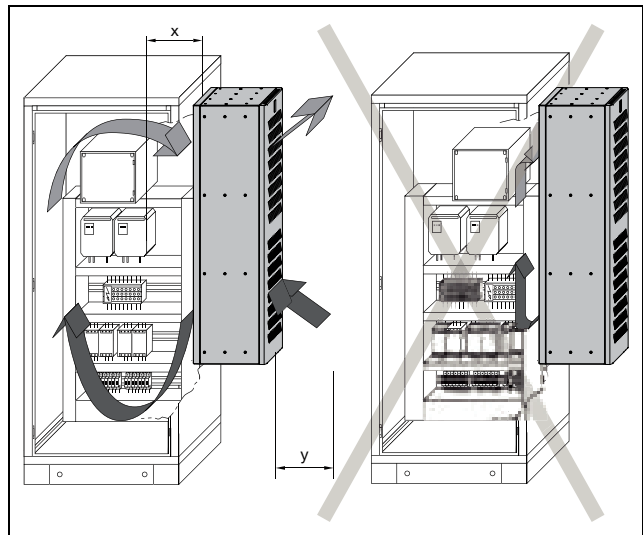

Bild 6: Luftcirkulation i apparatskåpet
- Uppställningsplatsen och därmed placeringen av kylaggregatet måste väljas på så sätt att en god ventilation säkerställs (inbördes avstånd mellan kylaggregat minst 200 mm. För avståndet till väggen, se avståndet "y" i bild 6 eller i tab. 2).
- Dimensionera avståndet "x" (bild 6) till elektronikkomponenter och andra skåpenheter så att den nödvändiga luftcirkulationen inte hindras eller byggs för.